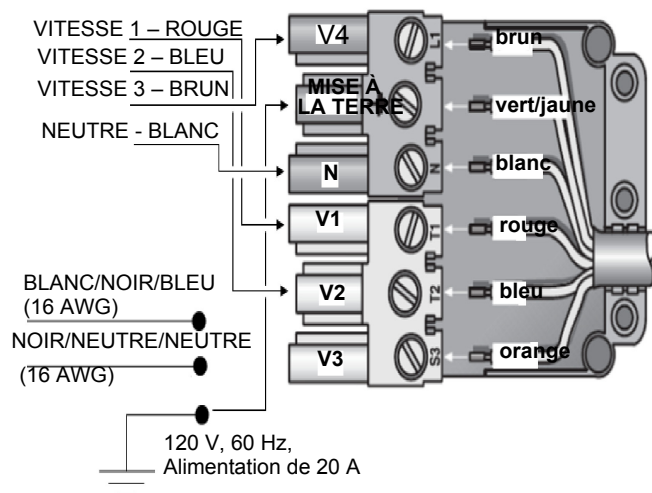

Figure 9 : Câblage de la hotte avec un ventilateur à distance
8. Branchez le ventilateur à distance aux fils du connecteur en tire-bouchon, comme illustré sur la *Figure 9*. Branchez le fil vert (de mise à la terre) du ventilateur à distance à la vis de mise à la terre de la boîte de connexion. Consultez les instructions d'installation du ventilateur pour plus de détails sur le câblage.